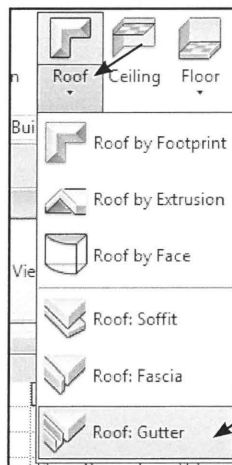

Fig. 03.23.
- Klik *Architecture - Roof - Roof: Gutter* (Fig. 03.23).